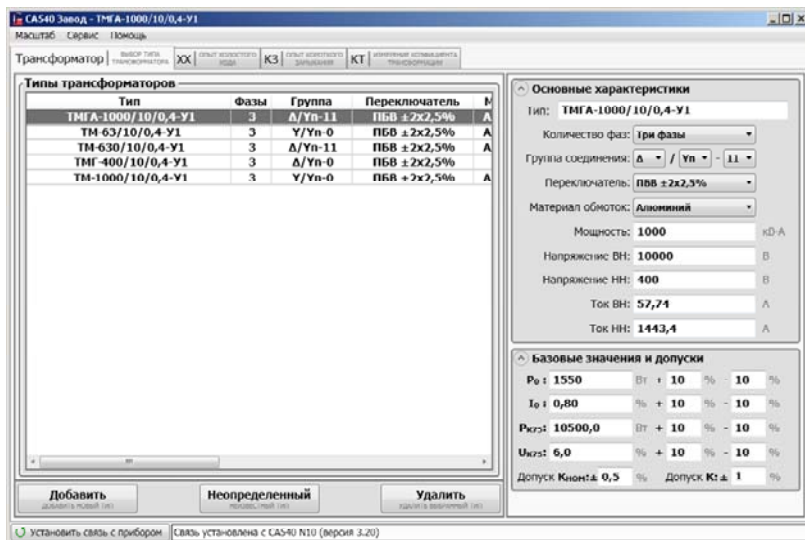

Рисунок 1.5
, для чого клацнути по ній (рисунок 1.1). На екрані з'явиться вікно (рисунок 1.5).
пуски", а потім клацнути по кнопці **Добавить** (рисунок 1.5). Якщо тип трансформатора невідомий, клацнути по кнопці
6) Перейти на вкладку, для чого клацнути по ній (рисунок 1.5). На екрані з'явиться вікно (рисунок 1.6), а в розділі "Настройка" дані стосовно обраного типу трансформатора. Якщо тип трансформатора не визначений, то в цей розділ можна ввести передбачувані дані.
4) Перейти на вкладку  для чого клацнути по ній (рисунок 1.5). На екрані з'явиться вікно (рисунок 2.4), а в розділі "Настройка" дані щодо обраного типу трансформатора. Якщо була натиснутою кнопка , тобто тип трансформатора не визначений, то в цей розділ можна ввести передбачувані дані.